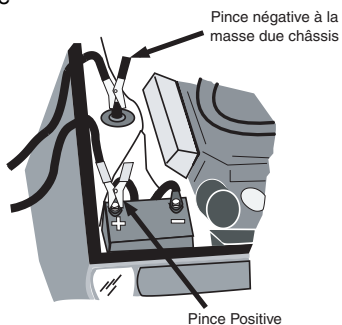
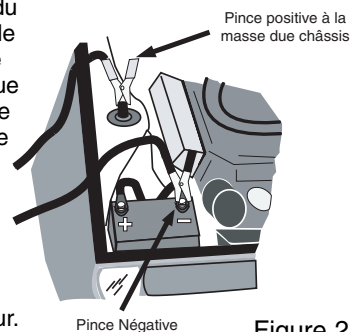

Figure 1
Figure 2
4. Déterminer quelle borne de la batterie est mise à la masse (reliée au) sur le châssis. Si la borne négative est mise à la masse sur le châssis (comme dans la plupart des véhicules), voir la figure 1 et l'instruction "5a". Si la borne positive est mise à la masse sur le châssis, voir la figure 2 et l'instruction "5b".